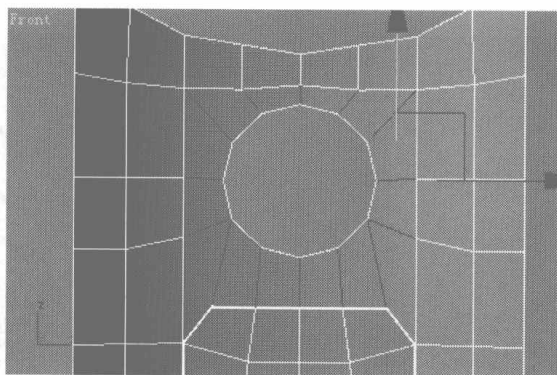

图 3.89
- 06** 在 Front 视图中选择如图 3.89 所示的边线，单击右键，选择 Connect 命令添加一条封闭的曲线。